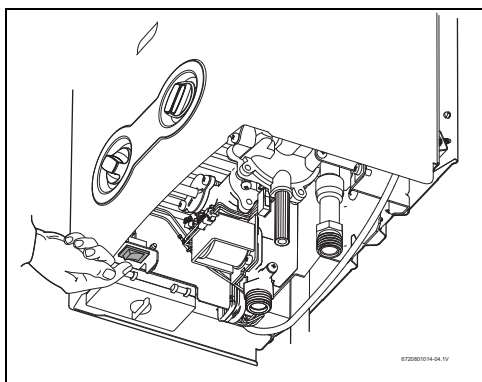

Fig. 6 Botón ON/OFF
- ▶ Coloque el interruptor principal (→Fig. 6) en posición de funcionamiento.